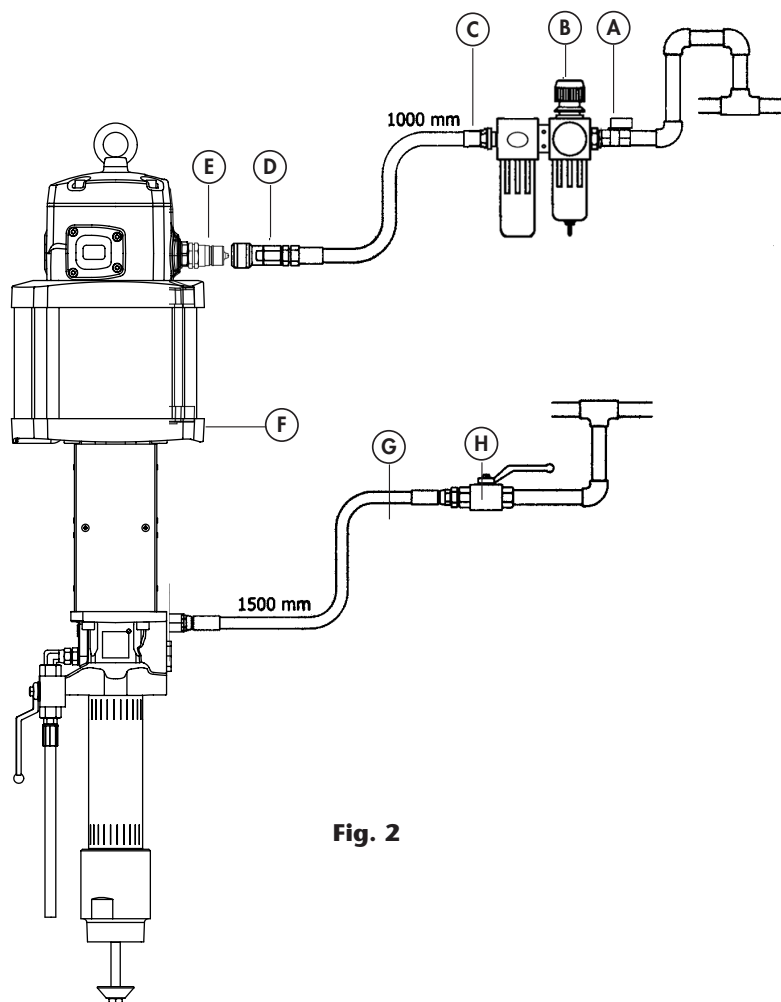

Fig. 2
Figure 2 is a typical installation shown with all the recommended accessories for the pump to operate correctly.
Dans la Figure 2 est représentée une installation typique avec tous les accessoires recommandés pour un fonctionnement correct de la pompe.
1. Open the bleed air valve (90). The pump can now expel any air trapped in (fig. 2).
3. Close the pump air bleed valve (90) as soon as the material trapped air is pumped out of the valve.
1. Ouvrez la vanne de purge d'air (90). La pompe peut maintenant expulser l'air (fig. 2).
3. Fermez la vanne de purge (90) dès quand ne sort pas de l'air piégée dans l'encre hors de la vanne.
1. Abra la válvula de purgado de la bomba (90), para eliminar el aire que se encuentre dentro de ella (fig. 2).
3. Cierre la válvula de purga (90), en el momento que no salga aire atrapado con fluido a través de esta.
1. Abra a válvula de purgado da bomba (90), para eliminar o ar que se encontra dentro dela (fig. 2).
3. Feche a válvula de purga (90), no momento que não saia ar bloqueado com fluido através desta.